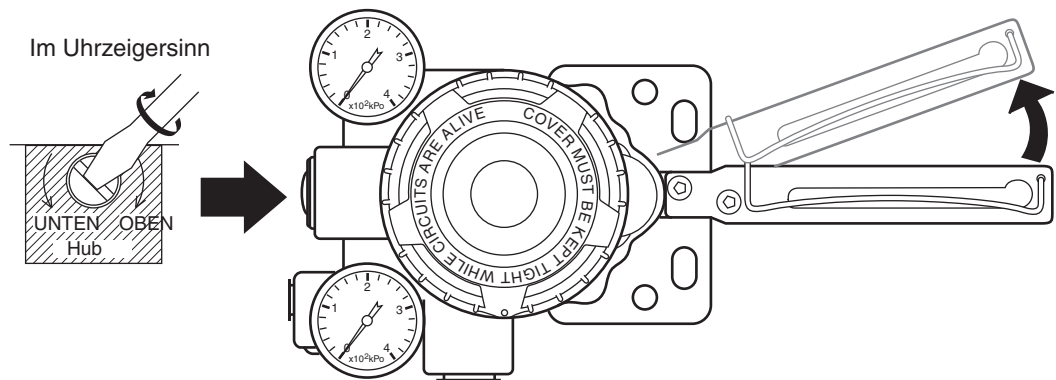
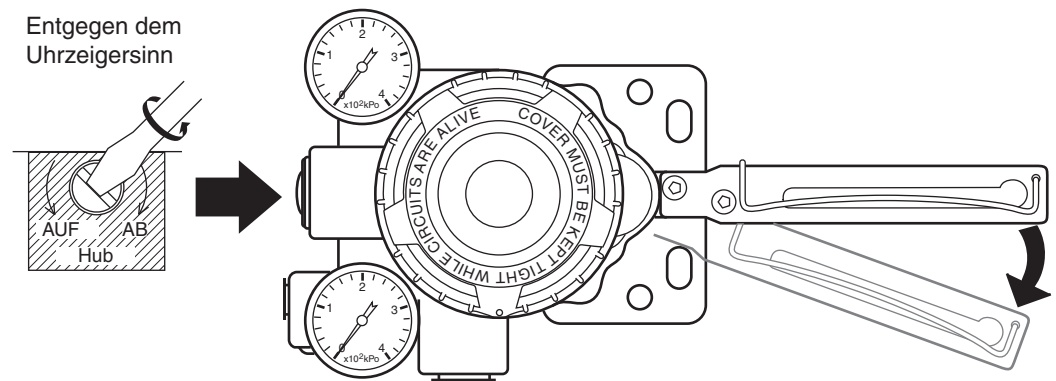

Abbildung 3-8 Drehen der Einstellschraube nach rechts
Abbildung 3-9 Drehen der Einstellschraube nach links
2	Stellen Sie die Nullposition des Ventils ein, indem Sie die Einstellschraube nach links oder rechts drehen. In Abbildung 3-8 und Abbildung 3-9 finden Sie Details zur Einstellschraube. (Wenn die Dichtfahrfunktion aktiv ist, bewegt sich das Ventil nicht. Informationen zur Änderung dieser Einstellung finden Sie unter „(E) Einstellung der Offenfahr- und Dichtfahrfunktionen (ON/OFF CONFIG)“ auf Seite 4-27. Die Grundeinstellung ist 0,5%.)
2	Stellen Sie die Hubposition des Ventils ein, indem Sie die Einstellschraube nach links oder rechts drehen. In Abbildung 3-8 und Abbildung 3-9 finden Sie Details zur Einstellschraube.